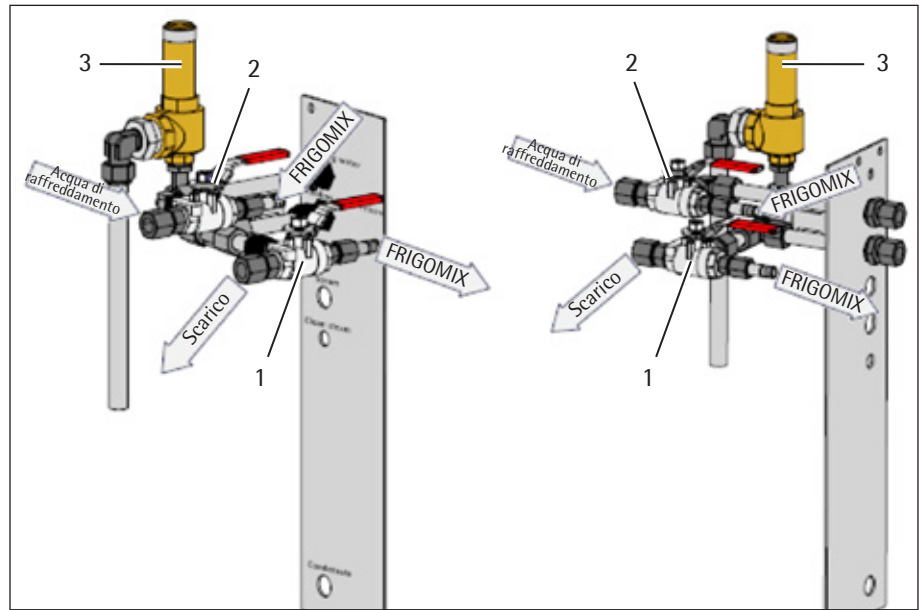

Fig. 6-2: Esempio di schema di collegamento al bioreattore sterilizzabile in situ BIOSTAT® Cplus
Temperature del liquido di raffreddamento > +40 °C possono danneggiare l'apparecchio. Prima dell'avvio della sterilizzazione del bioreattore commutare le valvole di commutazione per la mandata e il ritorno del liquido refrigerante (fig. 6-2) su acqua di rubinetto (Cooling Water) e acqua di scarico (Drain).
- ▶ Impostare le valvole di commutazione (1) e (2) (fig. 6-2) il più possibile in sincronia su acqua di rubinetto (Cooling Water) e acqua di scarico (Drain).
- ▶ Impostare le valvole di commutazione (1) e (2) (fig. 6-2) il più possibile in sincronia su 'FRIGOMIX'.